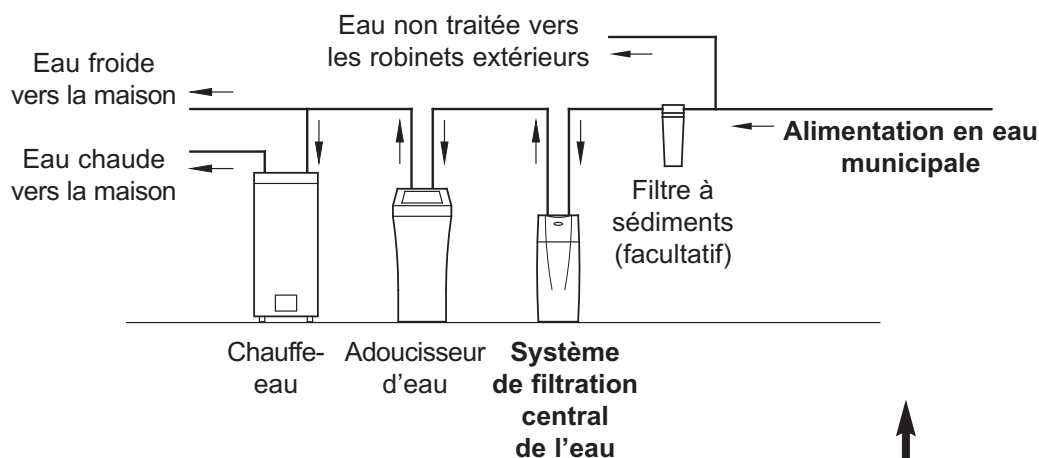
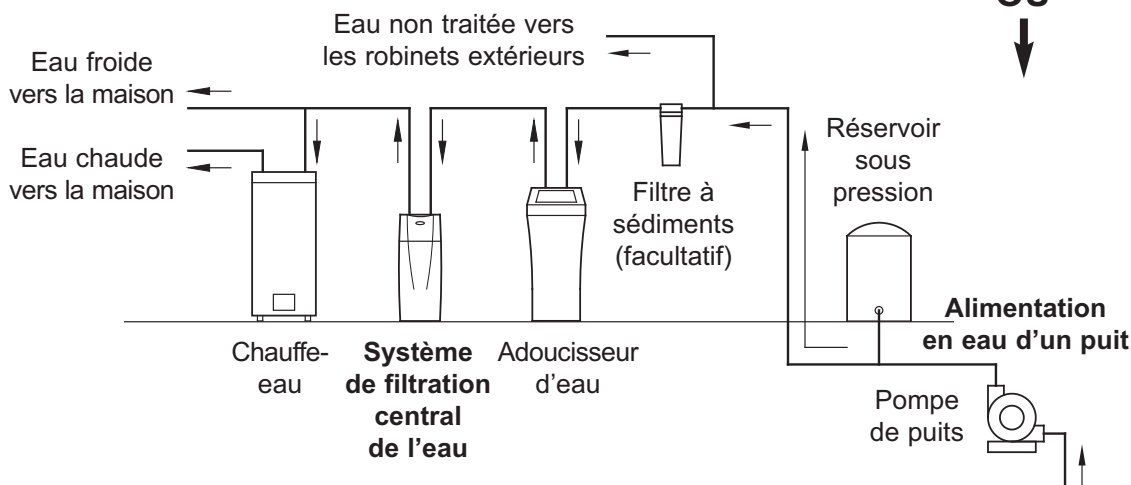

FIG. 3A
FIG. 3B
- Pour une maison avec l'alimentation en eau municipale, installez le système de filtration central de l'eau entre l'alimentation d'eau du domicile et l'adoucisseur d'eau, si un tel appareil est utilisé (voir la figure 3A). Si la maison a l'alimentation en eau d'un puit, inverser l'ordre du système de filtration central de l'eau et l'adoucisseur d'eau (voir la figure 3B).
- Ne pas effectuer le raccordement du système de filtration central de l'eau sur la conduite d'eau chaude (voir les figures 3A et 3B ci-dessous).